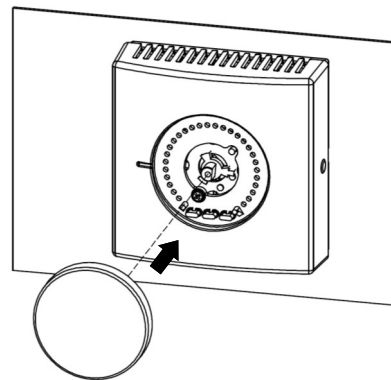

Fig. 11 / Рис. 11.
2. Вынуть механические ограничители (D), установленные сбоку гнезда ручки и установить их (E) как указано на рис. 11.
2. Prelevare i cavalieri meccanici (D) parcheggiati a lato della sede manopola e posizionarli (E) come nell'esempio di Fig. 11.